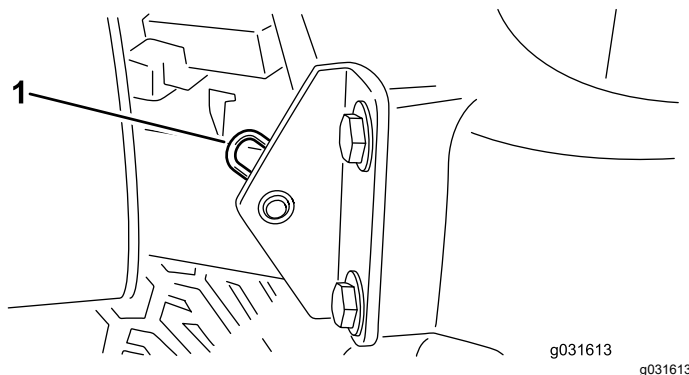

Figura 31
2. Retire el pasador que fija el pivote del capó a los soportes (**Figura 31**).